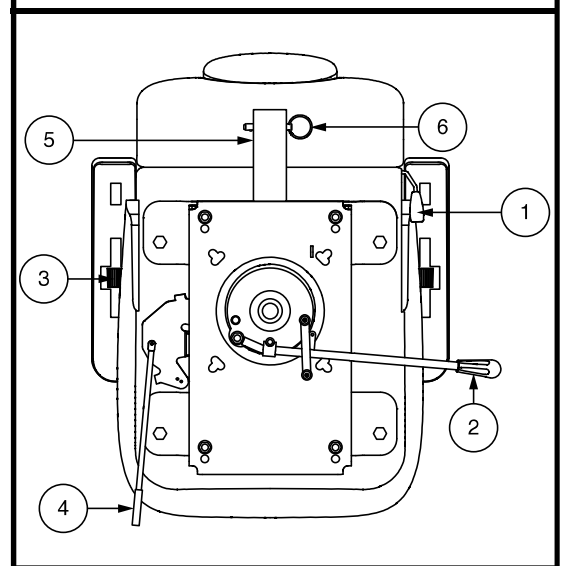

Abb. 14. Sitzeinstellungen
Um die verstellbare Rückenlehne einzustellen, befolgen Sie diese Schritte. Siehe Abb. 14.
1. Zum Entriegeln des Sitzes den Sitzverschluss je nach Sitztyp entweder nach oben ziehen oder nach vorne schieben. **Siehe Abb. 14.**
Der Armlehnenwinkel Ihres Elektromobils kann nach oben oder nach unten verstellt werden durch das Drehen der Einstellscheiben. **Siehe Abb. 14.**
1. Drehen Sie den Hebel zur Verstellung der Sitzposition nach aussen. **Siehe Abb. 14.**
Die Zubehörhalterung am Heck ermöglicht es Ihnen, persönliche Zubehörkomponenten wie Korb, Gehhilfe oder Sauerstofftank hinter dem Elektromobil anzubringen. Verwenden Sie den Sicherungsstift, um das Zubehörteil sicher an der Halterung zu befestigen. **Siehe Abb. 14.** Für weitere Informationen wenden Sie sich an Ihren Vertragshändler.